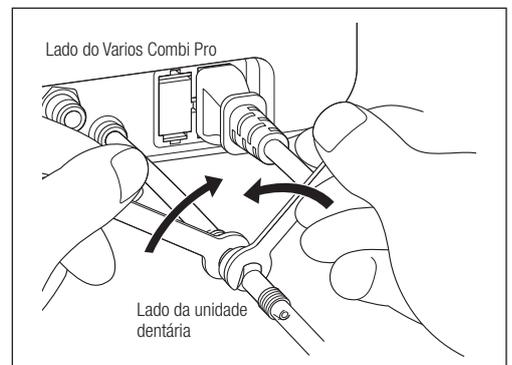

Fig. 57
- 3) Utilize duas chaves (5x8) e rode nos sentidos mostrados abaixo Fig. 57.